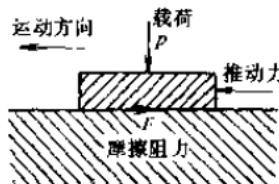

图 1-1 摩擦及摩擦力示意图
当两个紧密接触的物体沿着它们的接触面做相对运动时，会产生一个阻碍这种运动的阻力（图 1-1），这种现象叫做摩擦。这个阻力就叫做摩擦力。摩擦力与垂直载荷的比值叫做摩擦因数^①。摩擦是机械运转的大敌，是造成能源损失和机械破损的关键，必须尽量设法避免。